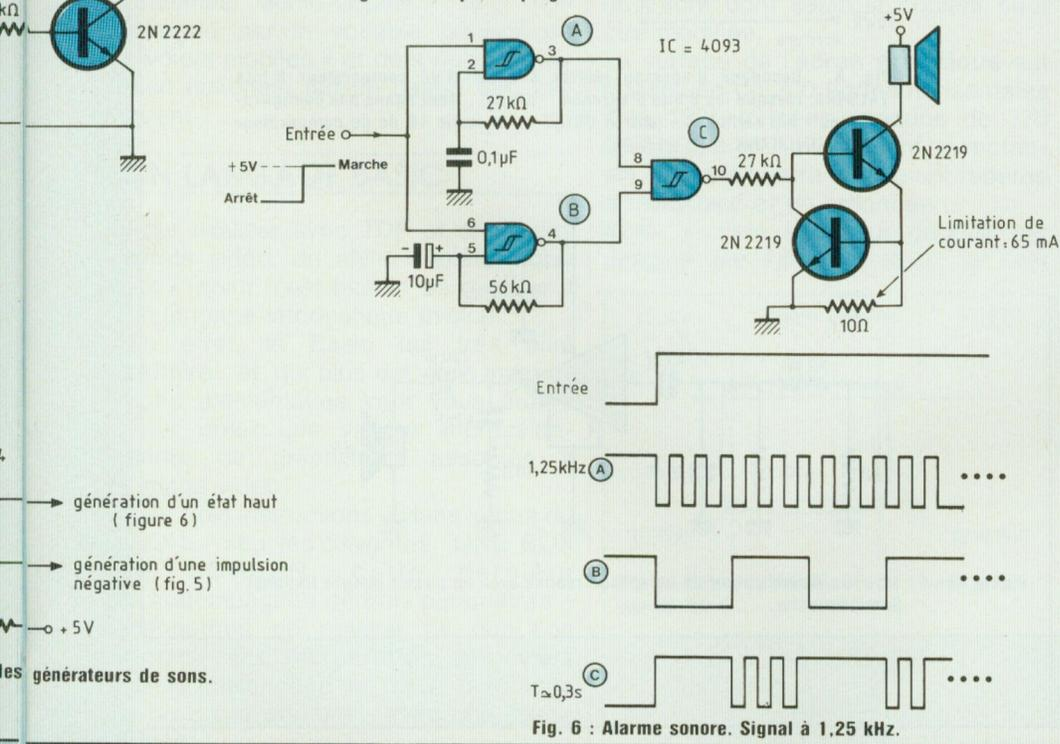

Fig. 6 : Alarme sonore. Signal à 1,25 kHz.
La figure 6 présente un autre type de montage qui permet de délivrer un signal sonore entrecoupé de blancs (typique d'une alarme). Par rapport au montage précédent, ce générateur n'est pas déclenché par une transition mais fonctionne tant qu'un niveau haut est présent sur l'entrée E. Il est réalisé à l'aide de triggers de Schmitt (CD4093) montés en oscillateur. La figure 6 montre l'aspect des signaux pris en différents points du montage. La particularité du CD4093 est qu'il intègre, outre un trigger de Schmitt, une porte NAND qui permet d'effectuer le découpage sonore.
Que ce soit le montage de la figure 5 ou de la figure 6, la commande doit pouvoir être effectuée à partir des bus de sorti du microprocesseur. Si vous disposez de ports d'entrées/sorties libres sur votre micro-ordinateur, rien de plus facile, il vous suffit de connecter les entrées de chacun des générateurs à un port programmé en sortie. En l'absence de port libre, la figure 7 présente un exemple de schéma qui permet la commande des deux générateurs de sons précédents. Réalisé à partir d'une bascule D, ce montage est équivalent à un port de sorties commandé par le bit de donnée D0 et la sortie du décodage d'adresse CS (figure 8).
- Commande du générateur d'alarme figure 6, la durée du signal sonore est fonction de la boucle d'attente : instructions 20 et 30.